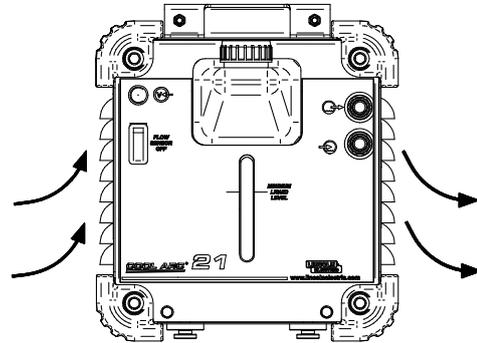

Figure 4.
9. **Ouïes d'aération:** Permettent la bonne circulation de l'air de refroidissement (Figure 4).